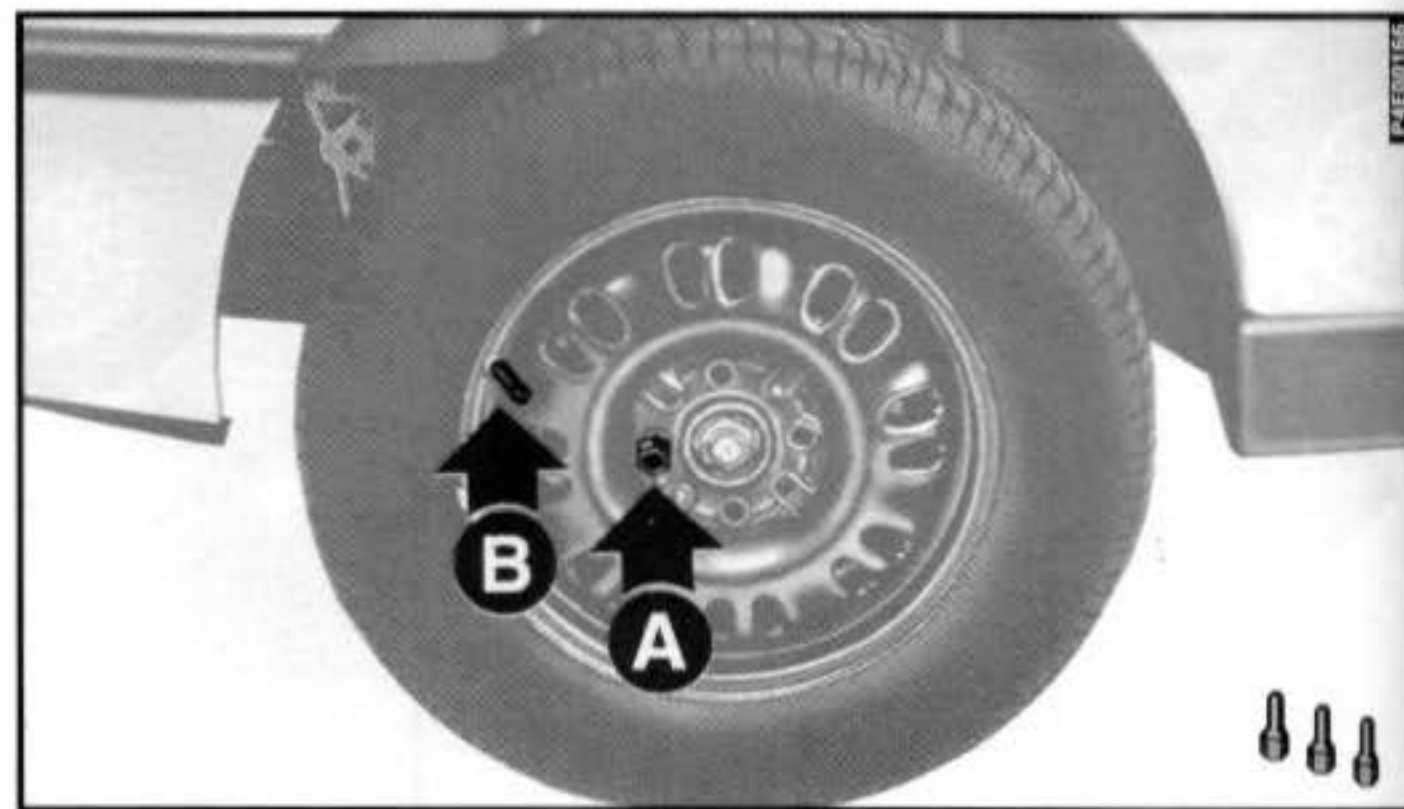

fig. 6
8) Atarraxar apenas um dos parafusos **A**-fig. 6, em correspondência com a válvula de enchimento **B**.